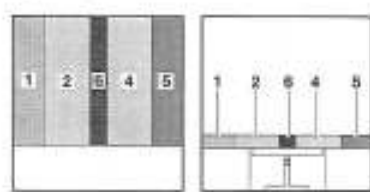

Fig. 104 Après la transformation
- Placer le coussin supplémentaire (Fig. 104,6) entre les coussins d'assise (Fig. 104,2 et 4).